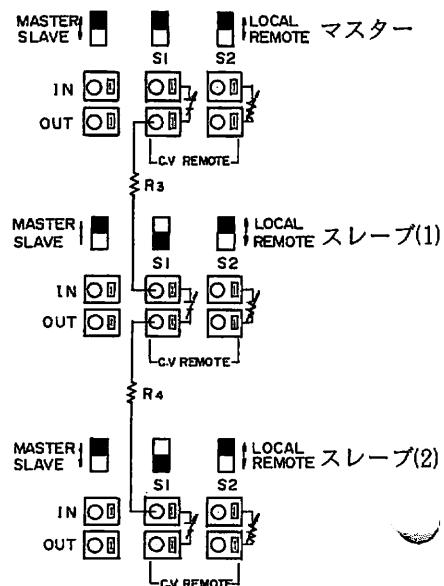

図20
3)従機の背面CV. REMOTE S1スイッチをREMOTEに設定し、図20のように外部固定抵抗を接続します。